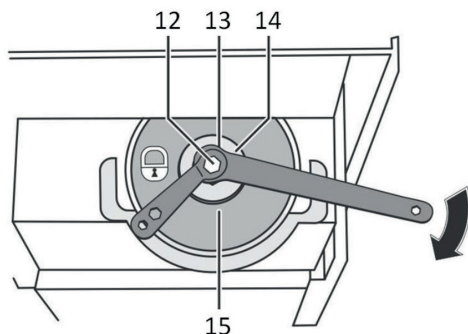

Рис. 7
4. Удерживая одним ключом вал (12), открутите гайку (13) с помощью второго ключа (Рис. 7).
5. Снимите прижимной фланец (14) и алмазный диск (15).
9. Установите прижимной фланец (14) и затяните крепежную гайку (13) с помощью гаечных ключей.